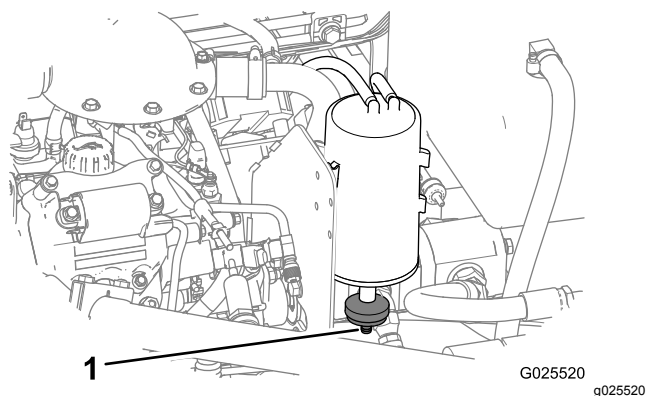

Figure 55
1. Localisez le filtre à air au bas de la cartouche à charbon actif (Figure 55).